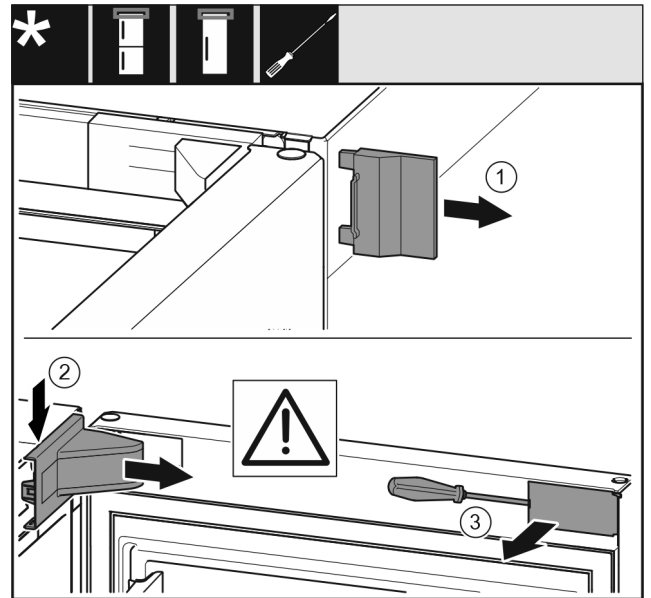

Fig. 10
- Retire la cubierta exterior Fig. 10 (1).
- Retire la cubierta del soporte del cojinete Fig. 10 (2) y suéltela.
- Desenganche la tapa ciega Fig. 10 (3) con un destornillador de punta plana y gírela hacia un lado.